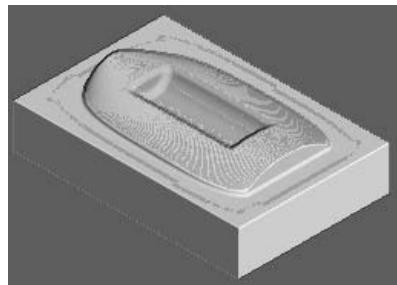

图 3-106 仿真加工结果 6
- 在“仿真”工具栏的“当前刀具路径”下拉列表中选择要模拟的刀具路径 finish5，然后单击“执行”按钮，系统开始自动仿真加工，仿真加工结果如图 3-106 所示。